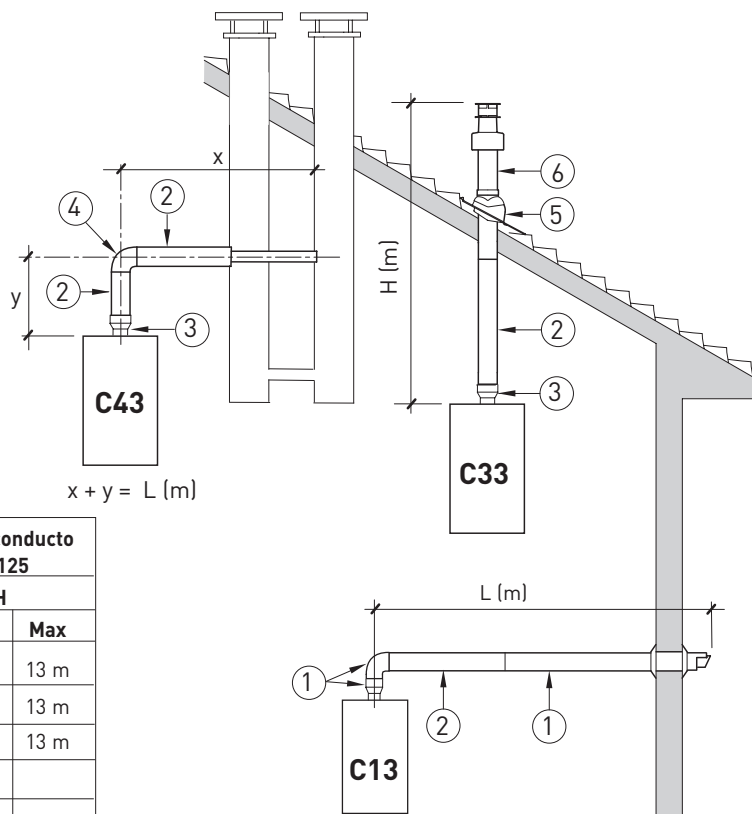

Fig. 6
2.5 INSTALACIÓN DEL CONDUCTO COAXIAL Ø 60/100 - Ø 80/125 (fig. 6)
Los esquemas de la fig. 6 ilustran algunos ejemplos de las diferentes modalidades de descarga admitidas y las longitudes máximas alcanzables.